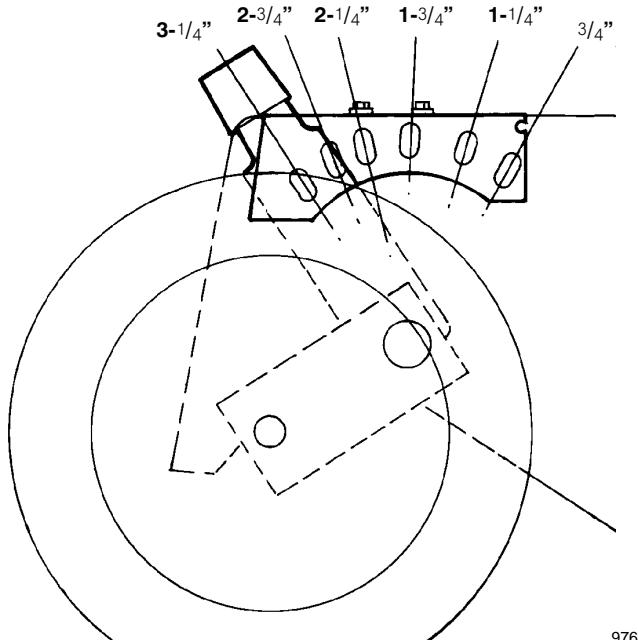

Figure 14
La altura de corte se puede ajustar desde aproximadamente 19 mm hasta 83 mm (3/4 a 3-1/4 pulgadas), en incrementos de 12,7 mm (1/2 pulgada) (Fig. 14). Mueva el ajuste hacia adelante para aumentar la altura de corte.
- La hierba crece a diferente velocidad dependiendo de la época del año. En el calor del verano es mejor, generalmente, cortar la hierba en las graduaciones de altura de 1-3/4", 2-1/4" o 2-3/4" (Fig. 14). Debe cortarse sólo un tercio de la altura de la hoja de hierba. No se recomienda cortar a una graduación inferior a 1-3/4" a menos que la hierba sea muy rala o a fines del otoño cuando el crecimiento de la hierba comienza a ser lento.